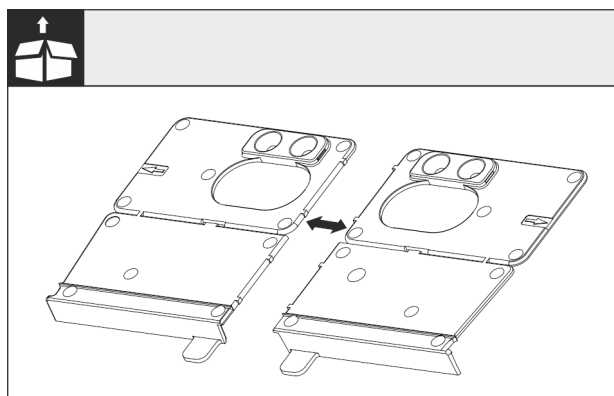

Fig. 24
- ▶ Отделите дно монтажного угла Fig. 24 0 на перфорации.